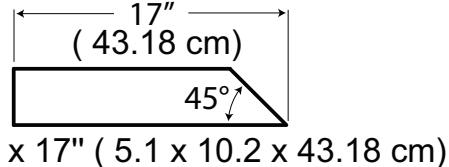

FIG. 1
- On a typical unit the slide opening should extend to the outer surface of the uprights, as shown in (Fig.1). If not, prepare slide attachment opening by cutting two 2" x 4" x 5" and one 2" x 4" to the width of slide opening shown in (Fig. 1). Place the 2" x 4" x 5" deck supports so that the top of the 2" x 4" deck board is flush with the top surface of the existing deck boards. (Fig. 2)
- En una unidad típica la apertura de diapositiva debería extenderse a la superficie externa de los soportes, como mostrado en (Fig.1). Si no es así, prepare la abertura para el tobogán al cortar dos 2" x 4" x 5" y un 2" x 4", como se muestra en la (Fig. 1). Coloque los soportes de la plataforma de 2" x 4" x 5" de tal forma que la parte superior de la estaca quede alineada con la superficie superior de las tablas existentes para la plataforma. (Vea la Fig. 2).
- Sur une unité typique l'ouverture de toboggan devrait s'étendre à la surface extérieure de l'uprights, comme montré dans (la Fig. 1). Sinon, préparez une ouverture de glisseuse en coupant deux planches de 2 x 4 x 5 po et une de 2 x 4 po à la largeur de l'ouverture de la glisseuse indiquée sous (voir la Fig. 1). Placez les supports de la terrasse de 2 x 4 x 5 po pour que le dessus de la planche de 2 x 4 x 5 po soit à niveau avec la surface supérieure des planches de terrasse actuelles. (voir la Fig. 2).